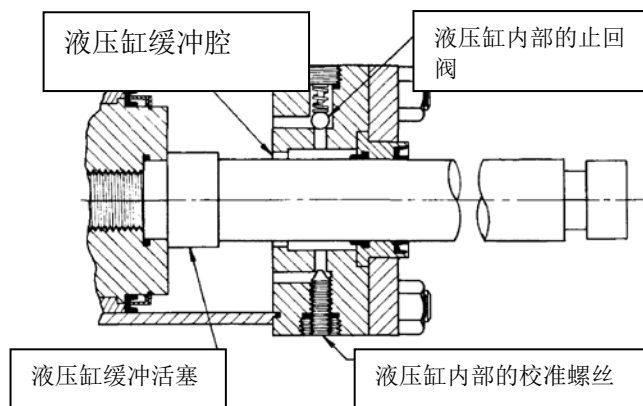

图 6 内部缓冲校准
2. 头端的液压缸内部缓冲校准螺丝出厂设置为从底向上拧 4 圈，请参见图 6。